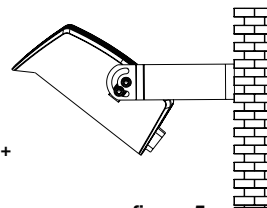

figure 5
Étape 3 : desserrez les vis ; ajustez les angles du luminaire selon votre convenance et resserrer les vis plus tard (figure 5). Conseils : les angles du luminaire sont ajustables.